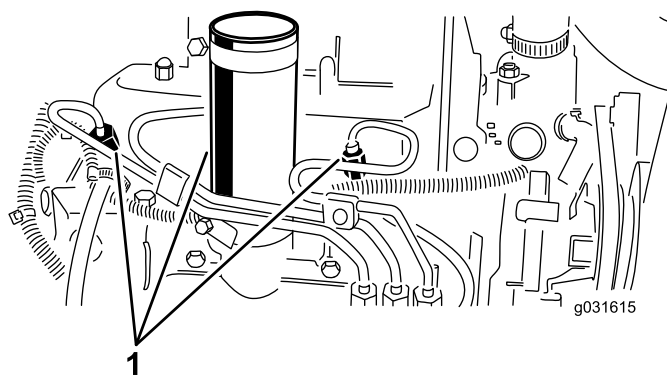

Рисунок 53
1. Ослабьте соединение трубки к соплу № 1 и держателю в сборе (Рисунок 53).